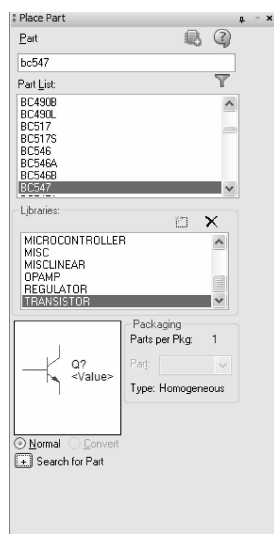

图 6-152 选择晶体管元件
9) 放置晶体管元器件。在“Place Part (放置元件)”面板中选择“TRANSISTOR. olb (晶体管元件库)”，在元器件过滤列表框中输入“bc547”，在元件预览窗口中显示符合条件的元器件，如图 6-152 所示。将元器件放置到图样空白处。